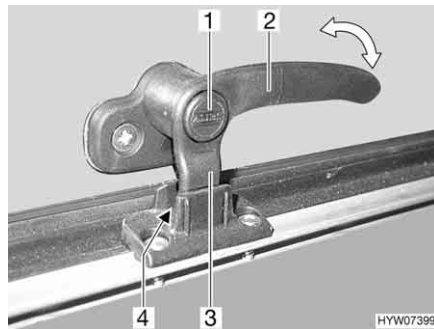
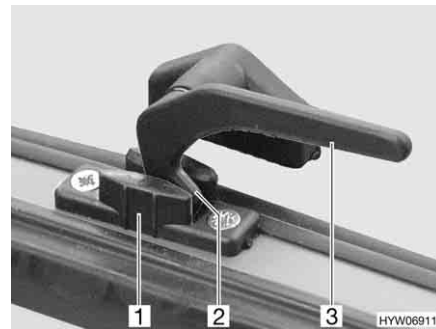

Fig. 59 Lever de verrouillage avec bouton de sécurité en position "Aération permanente"
Fig. 60 Lever de verrouillage en position "Aération permanente"
- En position "Aération permanente" (Fig. 59 et Fig. 60)
- S'il existe, appuyer sur le bouton de sécurité (Fig. 59,1) et le maintenir enfoncé.
- Tourner le levier de verrouillage (Fig. 59,2 ou Fig. 60,3) d'un quart de tour vers le centre de la fenêtre.
- Remettre le levier de verrouillage en position initiale. Le tenon de verrouillage (Fig. 59,3 ou Fig. 60,2) du levier de verrouillage doit pénétrer alors dans le logement prévu à cet effet dans le verrouillage de fenêtre (Fig. 59,4 ou Fig. 60,1).
- Relâcher le bouton de sécurité (Fig. 59,1) s'il y en a un.